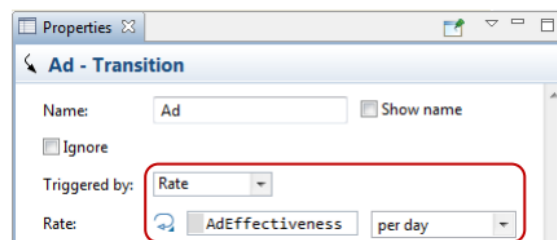

Рисунок 3.12 – AdEffectiveness
11. Назвіть перехід *Add* для представлення «реклами» (рис. 3.12).
12. Установіть прапорець «Показати назву», щоб відобразити назву переходу на графічній діаграмі (рис. 3.12).
13. Перехід від стану *PotentialUser* до *User* моделюватиме, як реклама спонукає людину купити продукт. У списку «Запущено» клацніть «Рейтинг». У полі *Rate* введіть *AdEffectiveness*, а потім натисніть *per day* (рис. 3.12).